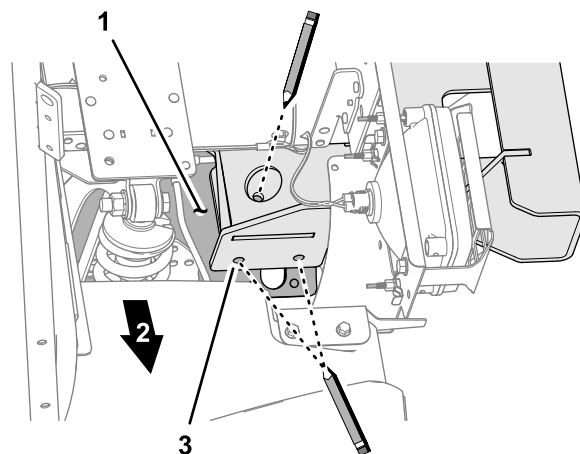
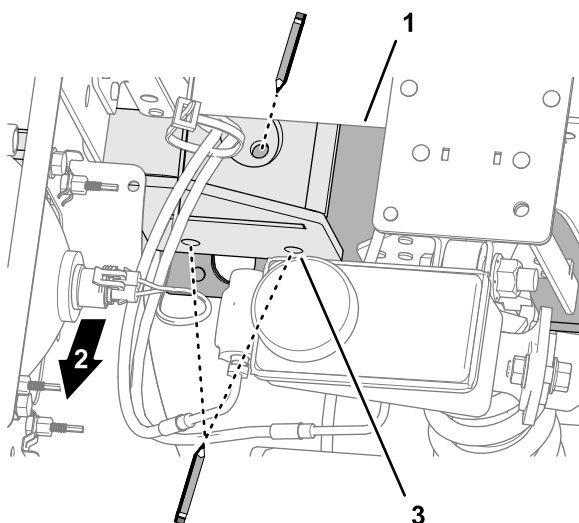

Figura 55
Figura 54
2. Segnate i punti dei 6 fori nella staffa inferiore sulla piastra del canale centrale, come illustrato nelle figure Figura 53, Figura 54 e Figura 55.